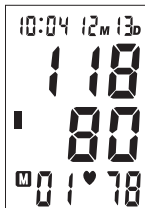

Fig. 1
4. Cuando la primera medición aparece en la pantalla (indicada por el 01 en la parte inferior izquierda de la pantalla) Fig. 1, presione y mantenga presionado el botón **M** hasta que dos líneas horizontales parpadeen, Fig. 2. Esto indica que se han borrado todas las mediciones.